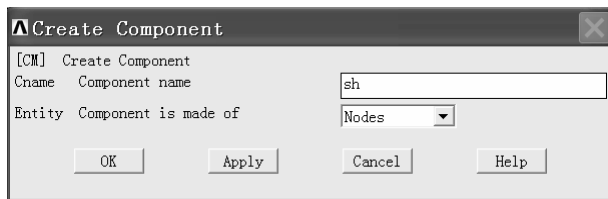

图 10-93 “Create Component”窗口
(3) 依次选择 Utility Menu>Comp/Assembly>Create Component..., 弹出“Create Component”窗口(见图 10-93)。在“Component name”后的方框中输入“sh”, 在“Entity Component is made of”后的方框中选择“Nodes”, 然后单击“OK”按钮。